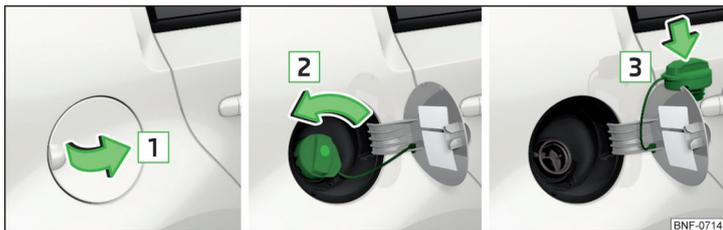

Abb. 103 Tankklappe aufklappen / Tankverschluss herausdrehen / Tankverschluss auf die Tankklappe stecken
- Die Tankklappe in Pfeilrichtung 1 aufklappen » Abb. 103.